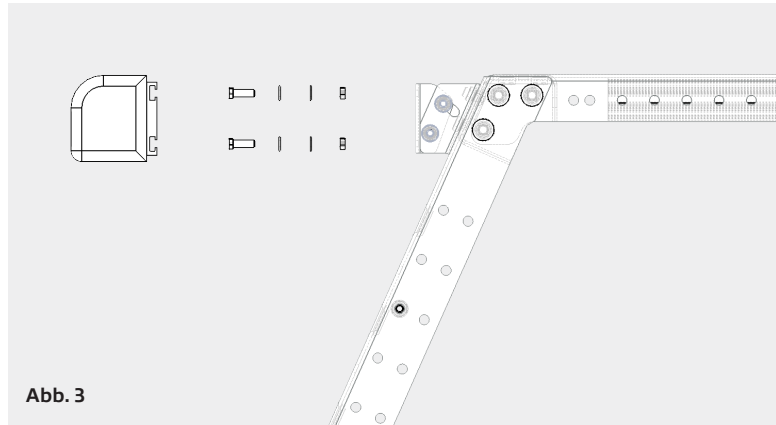

Abb. 3
- 3** Nun wird die Markise an die Halterungen geschraubt Abb.3.
Now the awning gets bolted to the brackets Abb.3.